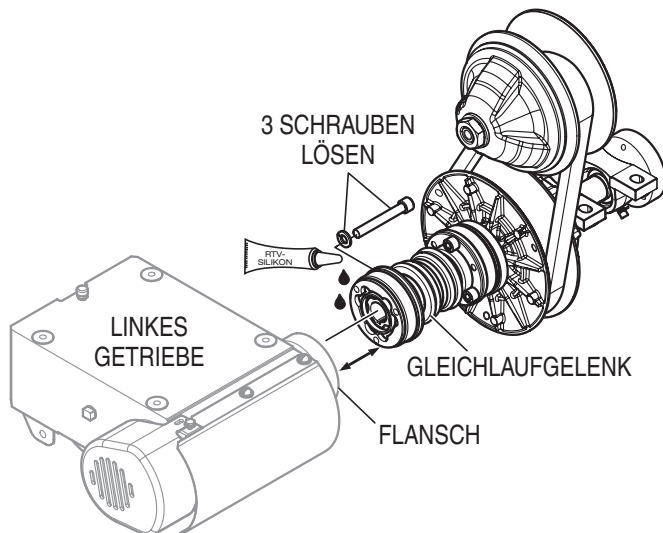

Abb. 23. Montage des Gleichlaufgelenks
1. Eine dünne Schicht RVT-Silikon auf die Kontaktflächen des Gleichlaufgelenks (Abb. 23) und den Flansch des linken Getriebes auftragen.
2. Das Gleichlaufgelenk (Abb. 23) mit einem 1/4"-Innensechskantschlüssel wieder mit den 3 Schrauben und Sicherungsscheiben am linken Getriebe befestigen.